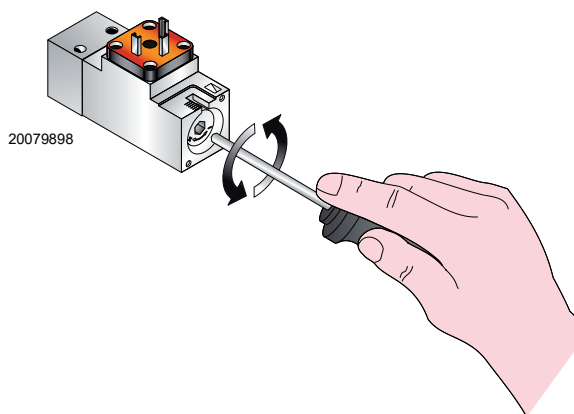

Рис. 38
5.11.5 Реле максимального тиску дизпалива (Рис. 38)